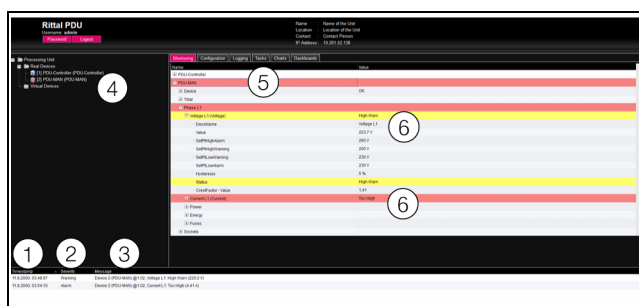

Imagen 42: Estructura de la indicación de notificación
1. Timestamp: fecha y hora, cuando se ha producido el error (imagen 42, pos. 1).
2. Severity: gravedad del error ocurrido. Se distinguen diferentes advertencias («Warning») y alarmas («Alarm») (imagen 42, pos. 2).
3. Message: indicación de errores en forma de texto (imagen 42, pos. 3).
- Zona izquierda (zona de navegación): el símbolo del componente que presenta un error cambia a color rojo en la zona de navegación cuando se trata de una indicación de alarma y a color amarillo en caso de indicación de advertencia (imagen 42, pos. 4).
- Zona derecha (zona de configuración): en la pestaña **Monitoring** tanto el componente como el parámetro especial, para el cual se ha generado la advertencia o la alarma, cambia a color rojo o amarillo (imagen 42, pos. 5 y 6).